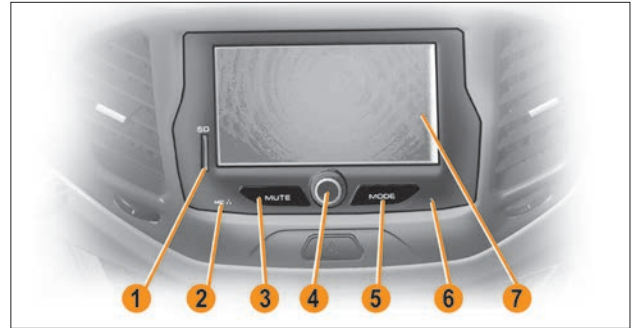

Рис. 7. Внешний вид и форма ММС с навигационной системой
2.1.1 Включение ММС с навигационной системой осуществляется кратковременным нажатием (1-2 сек.) на ручку энкодера 4 (рис. 7).
2.1.3 Для выключения ММС с навигационной системой одновременно нажмите ручку энкодера 4 (рис. 7) и удерживайте ее в нажатом положении до выключения дисплея.
2.1.4 Для перезагрузки MMC с навигационной системой тупым тонким стержнем нажмите и удерживайте в течение 2–3 сек. кнопку Reset **6** (рис. 7). После перезагрузки MMC с навигационной системой переходит в режим «Радио» с прослушиванием первой сохраненной радиостанции.
Для выключения звука нажмите кнопку **MUTE** (кнопка **3**, рис. 7). Для включения звука нажмите кнопку повторно.
Кнопка **MODE** (кнопка **5**, рис. 7) служит для переключения режимов работы MMC без навигационной системы, при этом будут отображаться только активные режимы. Например, если вставлена SD-карта и на ней есть только видеозаписи, то, используя кнопку **MODE**, можно попасть в окно «**Видео**», но нельзя попасть в окно «**Аудио**» и «**Фотографии**».
Регулировка громкости осуществляется вращением ручки энкодера **4** (рис. 7) вправо или влево.